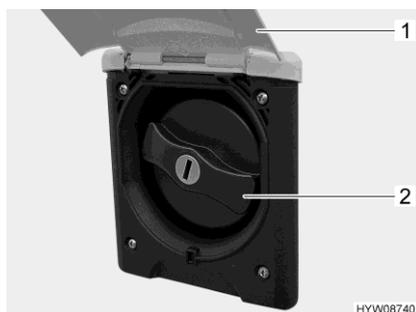

Fig. 128 Couvercle de fermeture
- Basculer le portillon extérieur (Fig. 128,1) vers le haut.
- Tourner le couvercle de fermeture de couleur bleue (Fig. 128,2) d'un quart de tour.